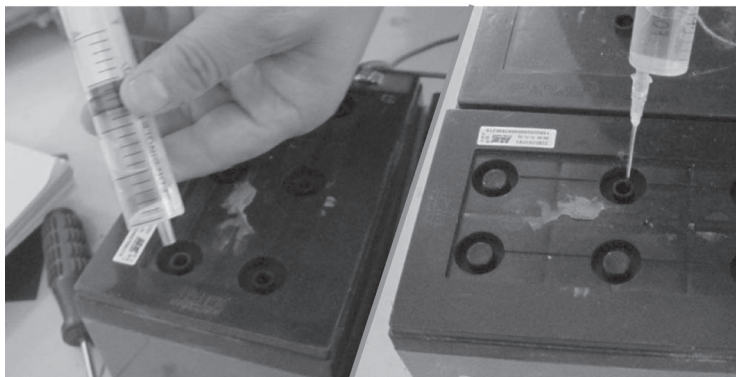

图 6-3 充注 / 吸出蒸馏水
3) 拆下蓄电池盖板等部件发现蓄电池干涸，从加液孔加注蒸馏水，并用注射器向外吸蒸馏水，检查时发现吸出的电解液特别混浊，并且是黑色的，如图 6-3 所示，表明该蓄电池存在极板严重软化现象。